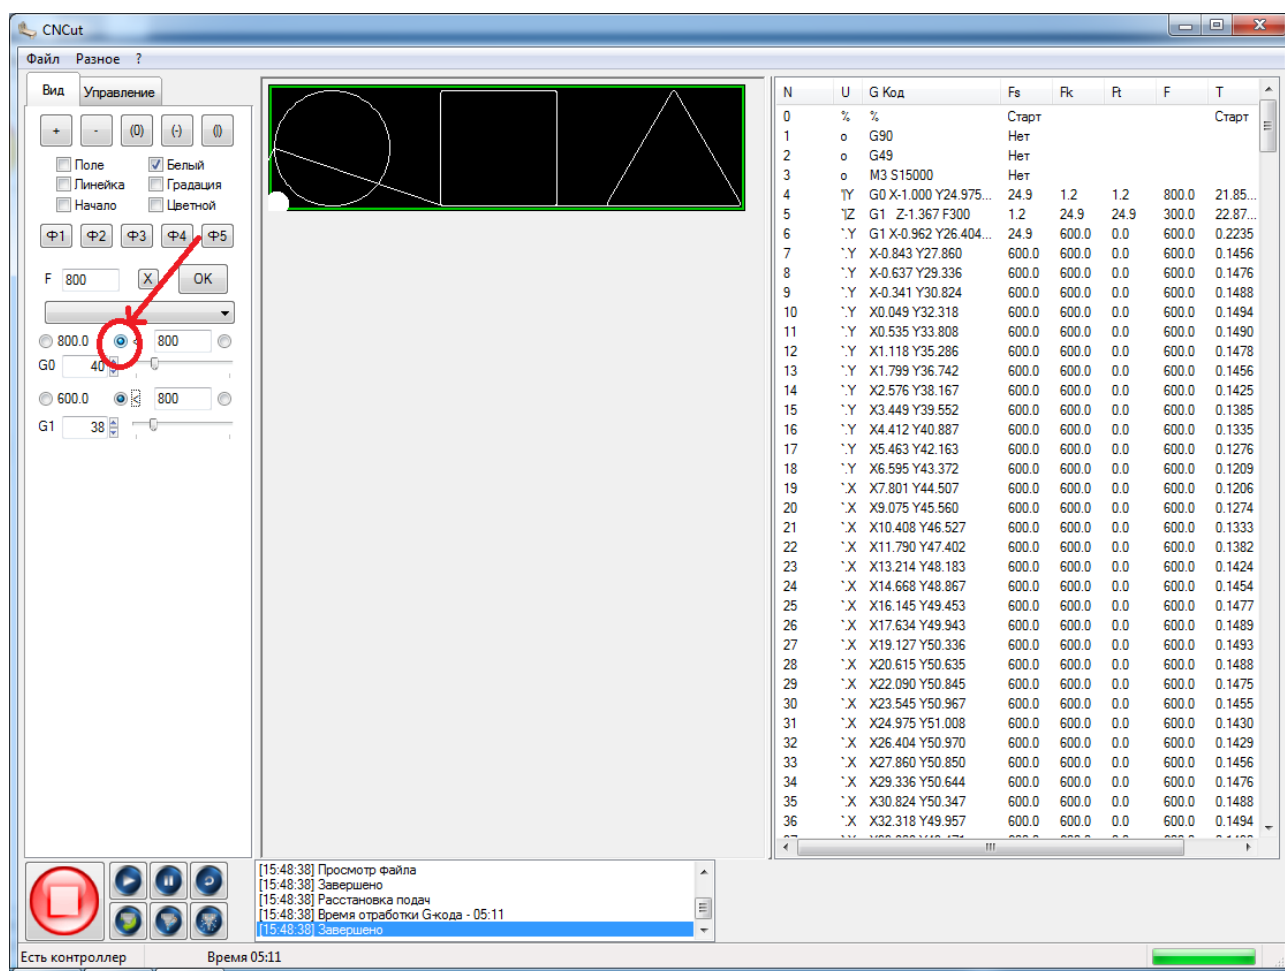

Рисунок 56. Ограничение подачи перемещения
58. Среднее положение ограничивает скорость определяемую в УП на заданном уровне (число в одной строке слева). Т.е. скорость резания может быть ниже чем определено, но не выше, рисунок 56